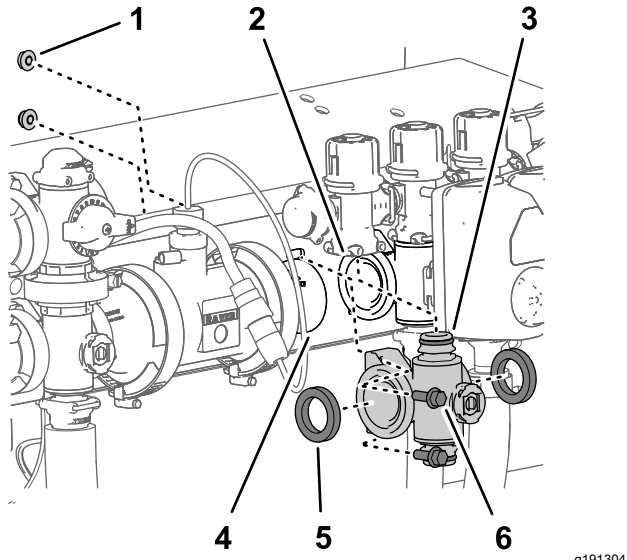

Figura 112
4. Para os coletores da válvula da secção esquerdo ou direito, retire os dois parafusos de cabeça flangeada ($\frac{1}{4}$ pol. x $\frac{3}{4}$ pol.) e as duas porcas de bloqueio flangeadas ($\frac{1}{4}$ pol.) que prendem o coletor da válvula de secção ao suporte da válvula (Figura 112).
5. Mova o coletor da válvula de secção e as juntas para baixo para haver espaço para a válvula de distribuição da secção e depois afastando da máquina (Figura 112).